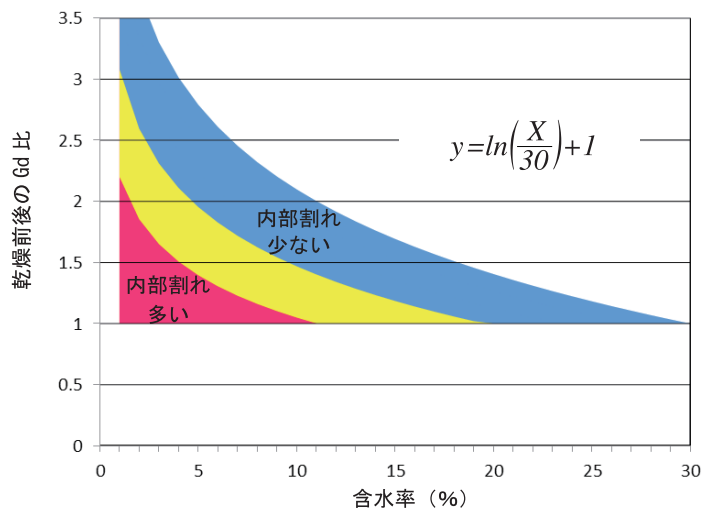

図3 内部割れを推定するための含水率とGd比の関係
④上記①～③を乾燥前と乾燥後に行い、その比を算出します。
⑤乾燥後の含水率を求めます。
⑥上記④と⑤の値を図3にプロットすると内部割れの程度が推定できます。